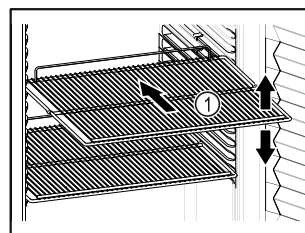

Fig. 64 Примерное изображение
- ❑ Если имеются решетчатые полки Fig. 64 (1), отрегулируйте высоту их установки.